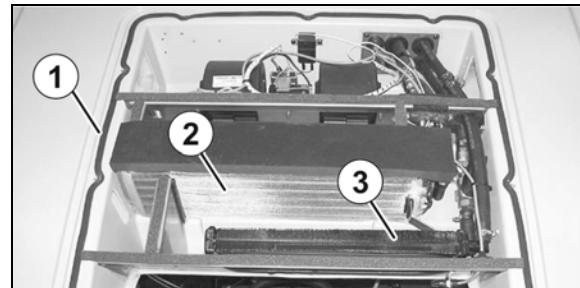

Рис. 190
2. Продуйте испаритель (Рис. 190/2) и радиатор водяного отопления (Рис. 190/3) сжатым воздухом (максимум 5 бар).
3. Замените поврежденные уплотнения (Рис. 190/1) под крышкой.